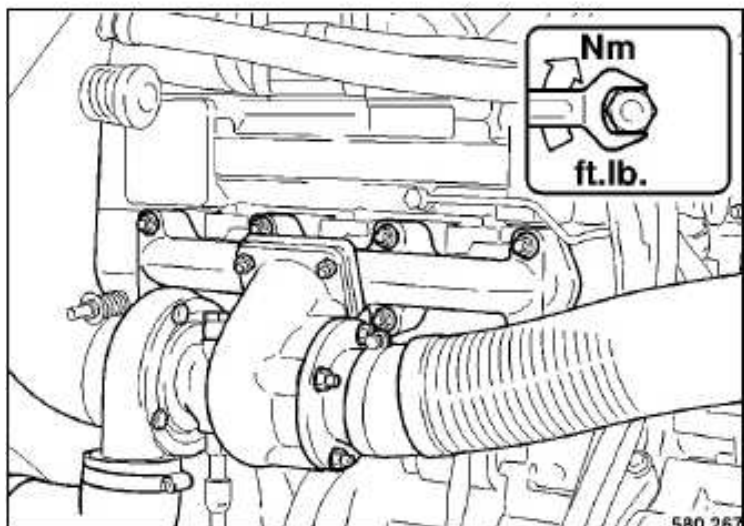

Fig. 137
- Reapretar las fijaciones del tubo de aspiración y de escape (Fig. 137) en las culatas.